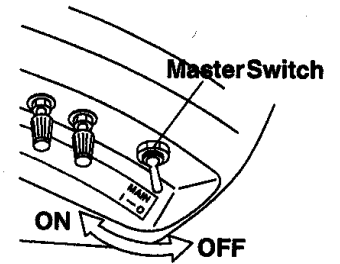
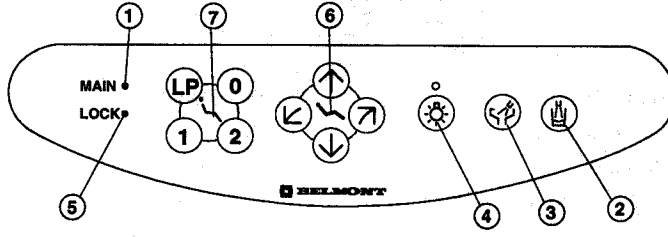
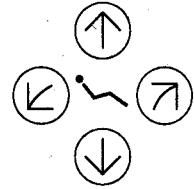
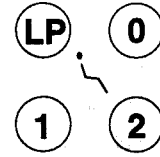

Fig. 3-1 Master Sviç
Fig.3-2 Main Control Panel
Fig. 3-9 Koltuk Manuel Kontrol Sviçleri
Fig. 3-10 Koltuk Otomatik Mod Sviçleri
(1) Master sviç (Fig. 3-1 & Fig. 3-2)
B. Çanak Yıkama Sviçi (Fig. 3-2 & Fig.3-4)
C. Başlık Işık Sviçi (opsiyonel) (Fig. 3-2 & Fig.3-5)
F. Koltuk Manuel Kontrol Sviçleri (Fig.3-2 & Fig.3-9)
G. Koltuk Otomatik Mod Sviçleri (Fig.3-2 & Fig.3-10)
- 1 no'lu hafıza sviçine (①) basın, koltuk 1 no'lu hafıza pozisyonuna geçecek ve otomatik olarak duracaktır.
- 2 no'lu hafıza sviçine (②) basın, koltuk 2 no'lu hafıza pozisyonuna geçecek ve otomatik olarak duracaktır.